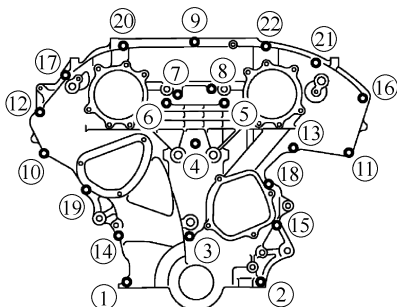

图 3-48 安装前正时链室螺栓顺序
① 按照图 3-48 中所示的数字顺序拧紧螺栓到规定力矩。有两种类型的固定螺栓。
② 有关螺栓位置请参阅以下内容。